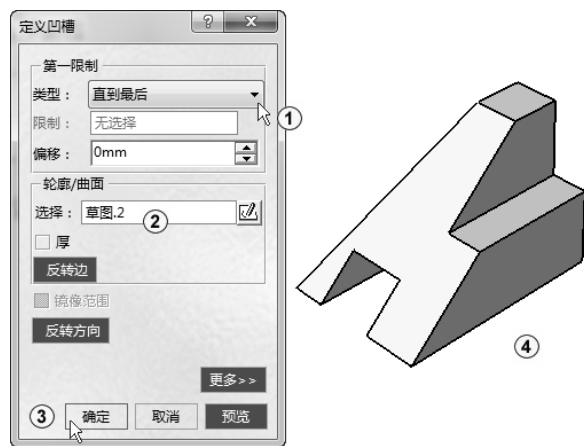

图 3-22 切割模型
8) 在“基于草图的特征”工具栏中单击“凹槽”按钮, 弹出“定义凹槽”对话框, 单击“类型”下拉列表框, 在弹出的下拉列表中选择“直到最后”, 在“轮廓/曲面”选项组中的“选择”框中采用系统默认的“草图.2”作为切除面, 如图 3-22 中①②所示, 其他采用
默认设置，单击“确定”按钮完成凹槽操作，结果如图 3-22 中③④所示。